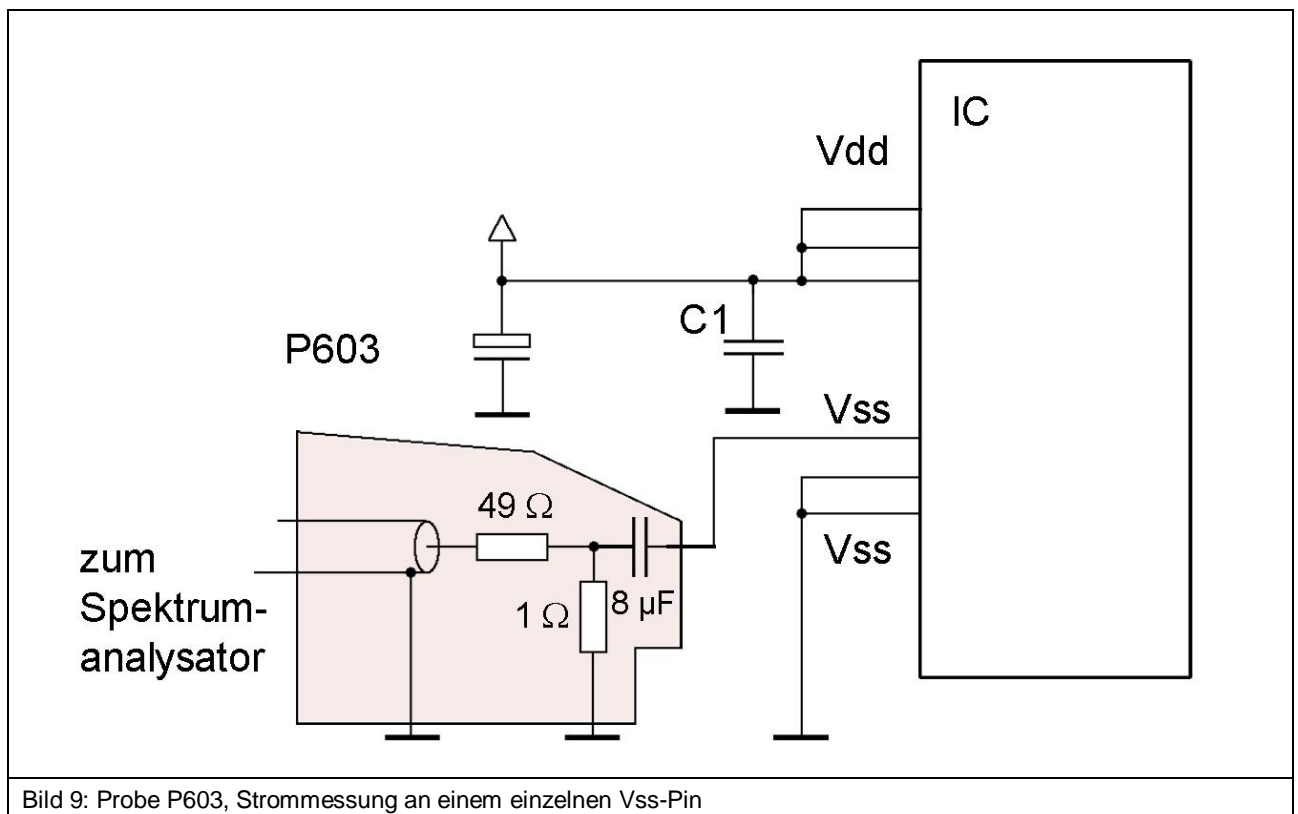

Bild 9: Probe P603, Strommessung an einem einzelnen Vss-Pin
2. Strommessung (**P603**) an einem Vss-Pin, **Bild 9**